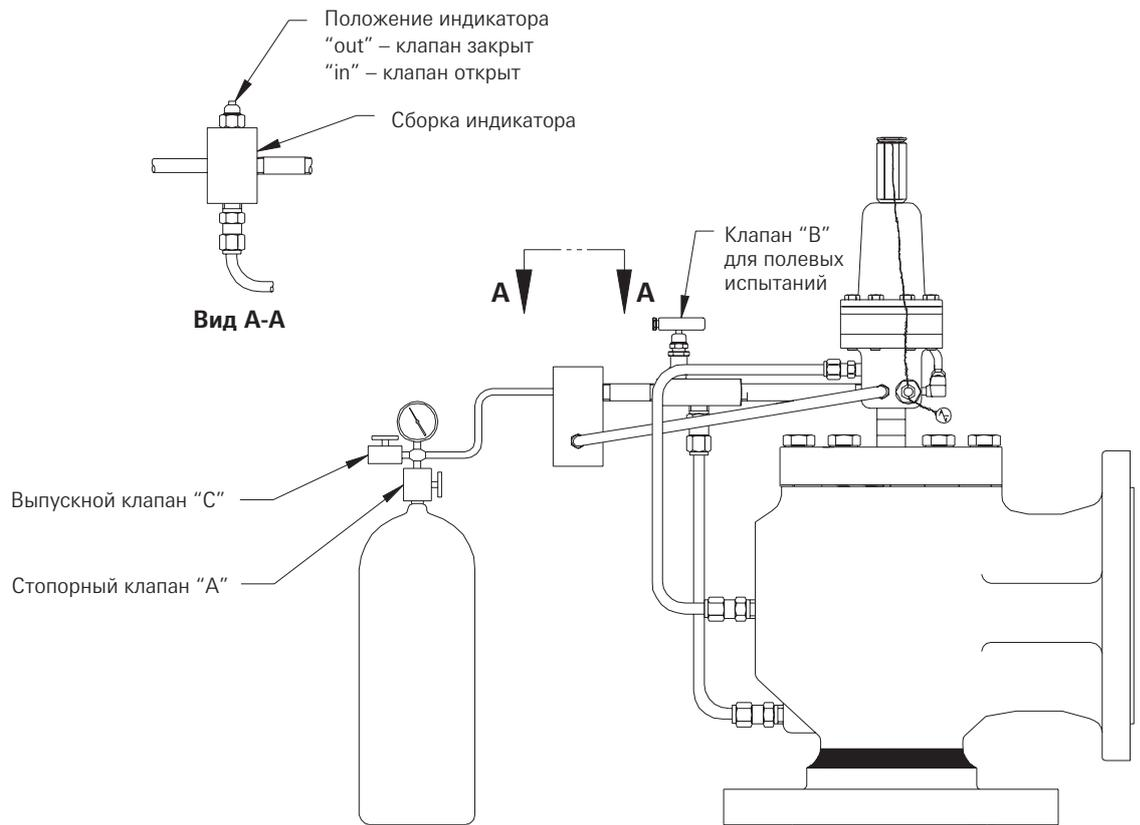

Рисунок 6
- A. Присоедините сосуд с газом для испытаний, как показано на Рис. 6.